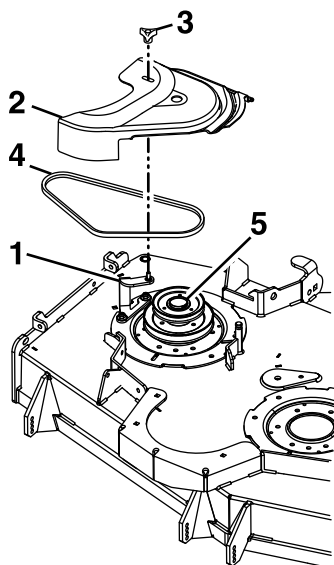

Figure 24
7. Dévissez le bouton de serrage du support de couvercle de courroie et déposez le couvercle (Figure 24).